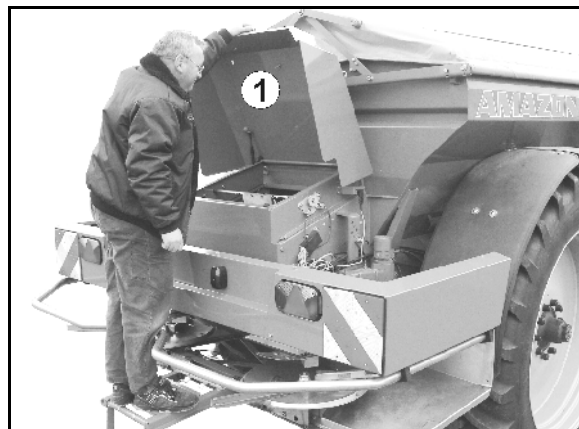

Fig. 79
1. Løsn låseknappen til afskærmningen (Fig. 79/1).